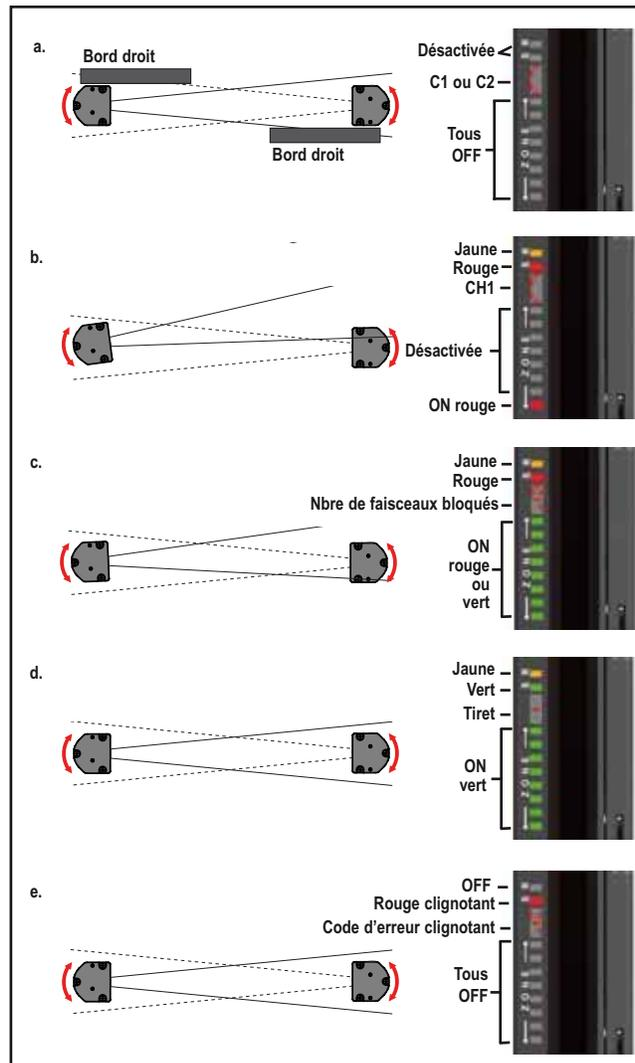

Figure 3-14. Alignement optique optimal
Un bord droit (p.ex., un niveau) permet de déterminer l'orientation du détecteur (voir la figure 3-14). La face du détecteur doit être perpendiculaire à l'axe optique.
d. Pour optimiser l'alignement et améliorer la réserve de fonctionnement, désérrez légèrement les vis de montage des détecteurs et faites pivoter un détecteur de gauche à droite en notant les positions dans chaque arc où les LED d'état deviennent rouges (situation de blocage), répétez la procédure avec l'autre détecteur (voir la figure 3-14). Centrez chaque détecteur entre ces deux positions et resserrez les vis de montage en maintenant le détecteur en place pendant l'opération.